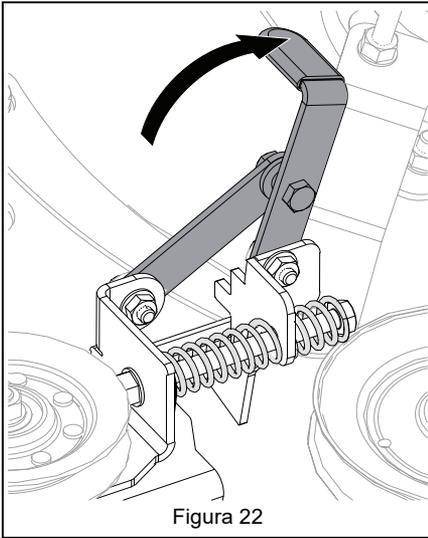

Figura 22
2. Coloque el tensor en posición destensada. Consulte Figura 22.